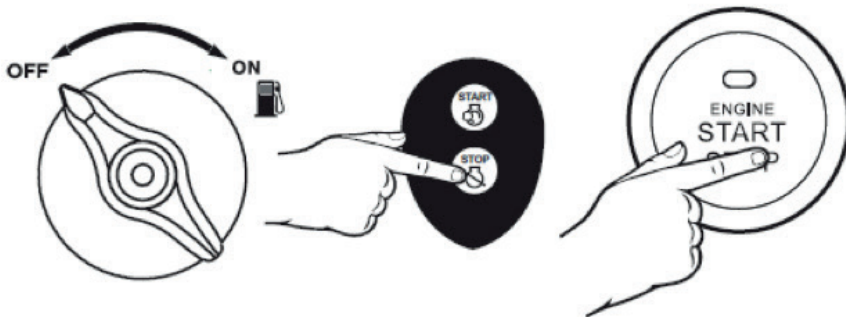

Figura 11: Detener el Generador
3. Mueva el Interruptor de Control de Combustible a la posición OFF, presione “Detener” en la llave de encendido remoto, o presione el botón de encendido una vez (ver Figura 11).